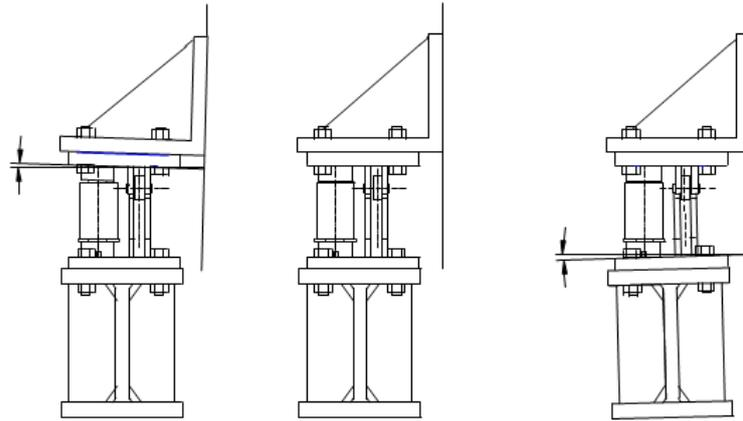

图17 模块安装
- 3、调整模块顶板水平，如果顶板在长度方向及宽度方向与水平面的偏角大于 $0.5^\circ$ 可在顶板及其连接面之间添加垫片（图17）；